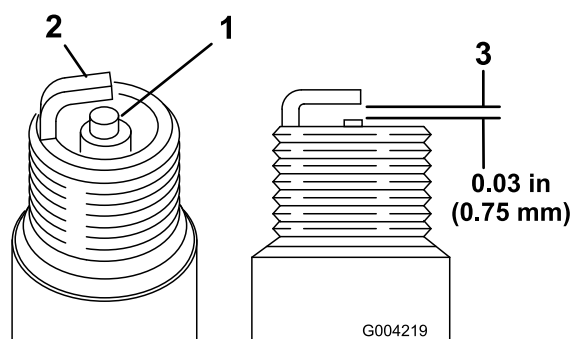

Рисунок 49
1. Осмотрите середину обеих свечей зажигания (Рисунок 49). Если на изоляторе замечен светло-коричневый или серый налет, то двигатель работает должным образом. Черный налет на изоляторе обычно означает, что загрязнен воздухоочиститель.
2. Проверьте зазор между центральным и боковым электродами (Рисунок 49).
3. Если зазор неправильный, отогните боковой электрод (Рисунок 49).